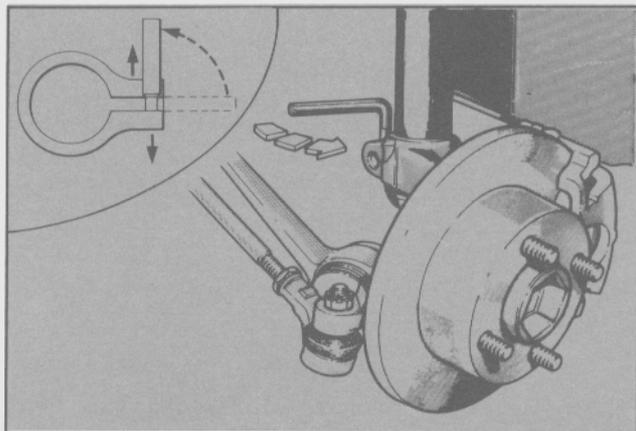

Fig. 5. Liberación del montaje del portamaza
- Retirar el tornillo de sujeción del amortiguador al portamaza. Colocar la herramienta especial T84G-3105-BAS en la ranura del soporte del portamaza y girarla 90° (Fig. 5).
- Colocar la herramienta especial T84G-3105-BAS en la ranura del portamaza y girarla 90° (Fig. 5).